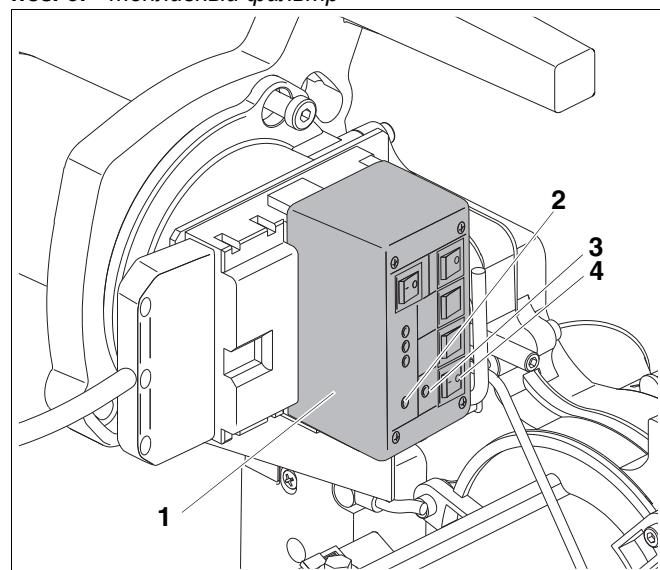

Рис. 12 Выпуск воздуха из топливопровода с помощью прибора контроля горелки.
- Прибор контроля горелки (Рис. 12, поз. 1; дополнительное оборудование) – если всасывание дизельного топлива должно осуществляться топливным насосом, пристроенным к горелке.
Далее описывается выпуск воздуха при помощи прибора контроля горелки (Рис. 12, поз. 1).
- Установить прибор контроля горелки (Рис. 12, поз. 1) на свободное место на цоколе.
- Включить систему управления пусковым выключателем. Горит светодиод (красный) (Рис. 12, поз. 2).
- Включить прибор контроля горелки пусковым выключателем (Рис. 12, поз. 4). Горят два светодиода (красный и зеленый) (Рис. 12, поз. 2 и 3).